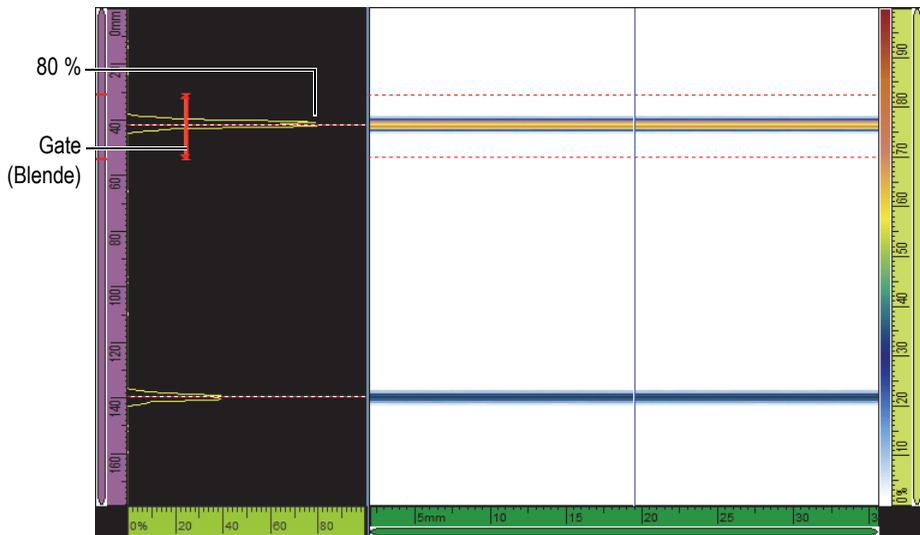

Abbildung 5-3 Reflektorsignale in einem Sektor-Scan
- b) Stellen Sie die **Verstärkung** so ein, dass die Amplitude des ersten Signals im A-Bild etwa 80 % Bildschirmhöhe erreicht (siehe Abbildung 5-3 auf Seite 133).
- c) Stellen Sie die Parameter **Start** und **Bereich** so ein, dass Sie die Signale der beiden Reflektoren im A-Bild sehen können (siehe Beispiel in Abbildung 5-3 auf Seite 133).
- a) Stellen Sie **Start** und **Breite** so ein, dass das erste Signal Blende A in der Mitte überschreitet und dass die Blende das Signal in seiner ganzen Breite erfasst (siehe Abbildung 5-3 auf Seite 133).